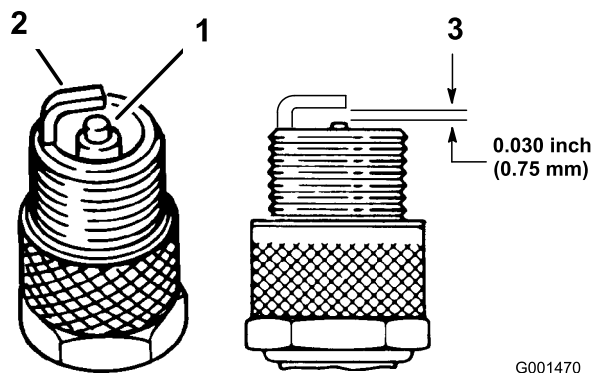

Figura 25
- Verifique a folga entre os eléctrodos central e lateral (Figura 25). Dobre o eléctrodo lateral (Figura 25) se a folga não for a correcta.
- Veja a parte central das velas de ignição (Figura 25). Se verificar uma cobertura castanha ou cinzenta no isolante, o motor está a funcionar correctamente. Uma cobertura preta no isolante indica que o filtro de ar está sujo.
3. Ligue os cabos às velas de ignição (Figura 25).